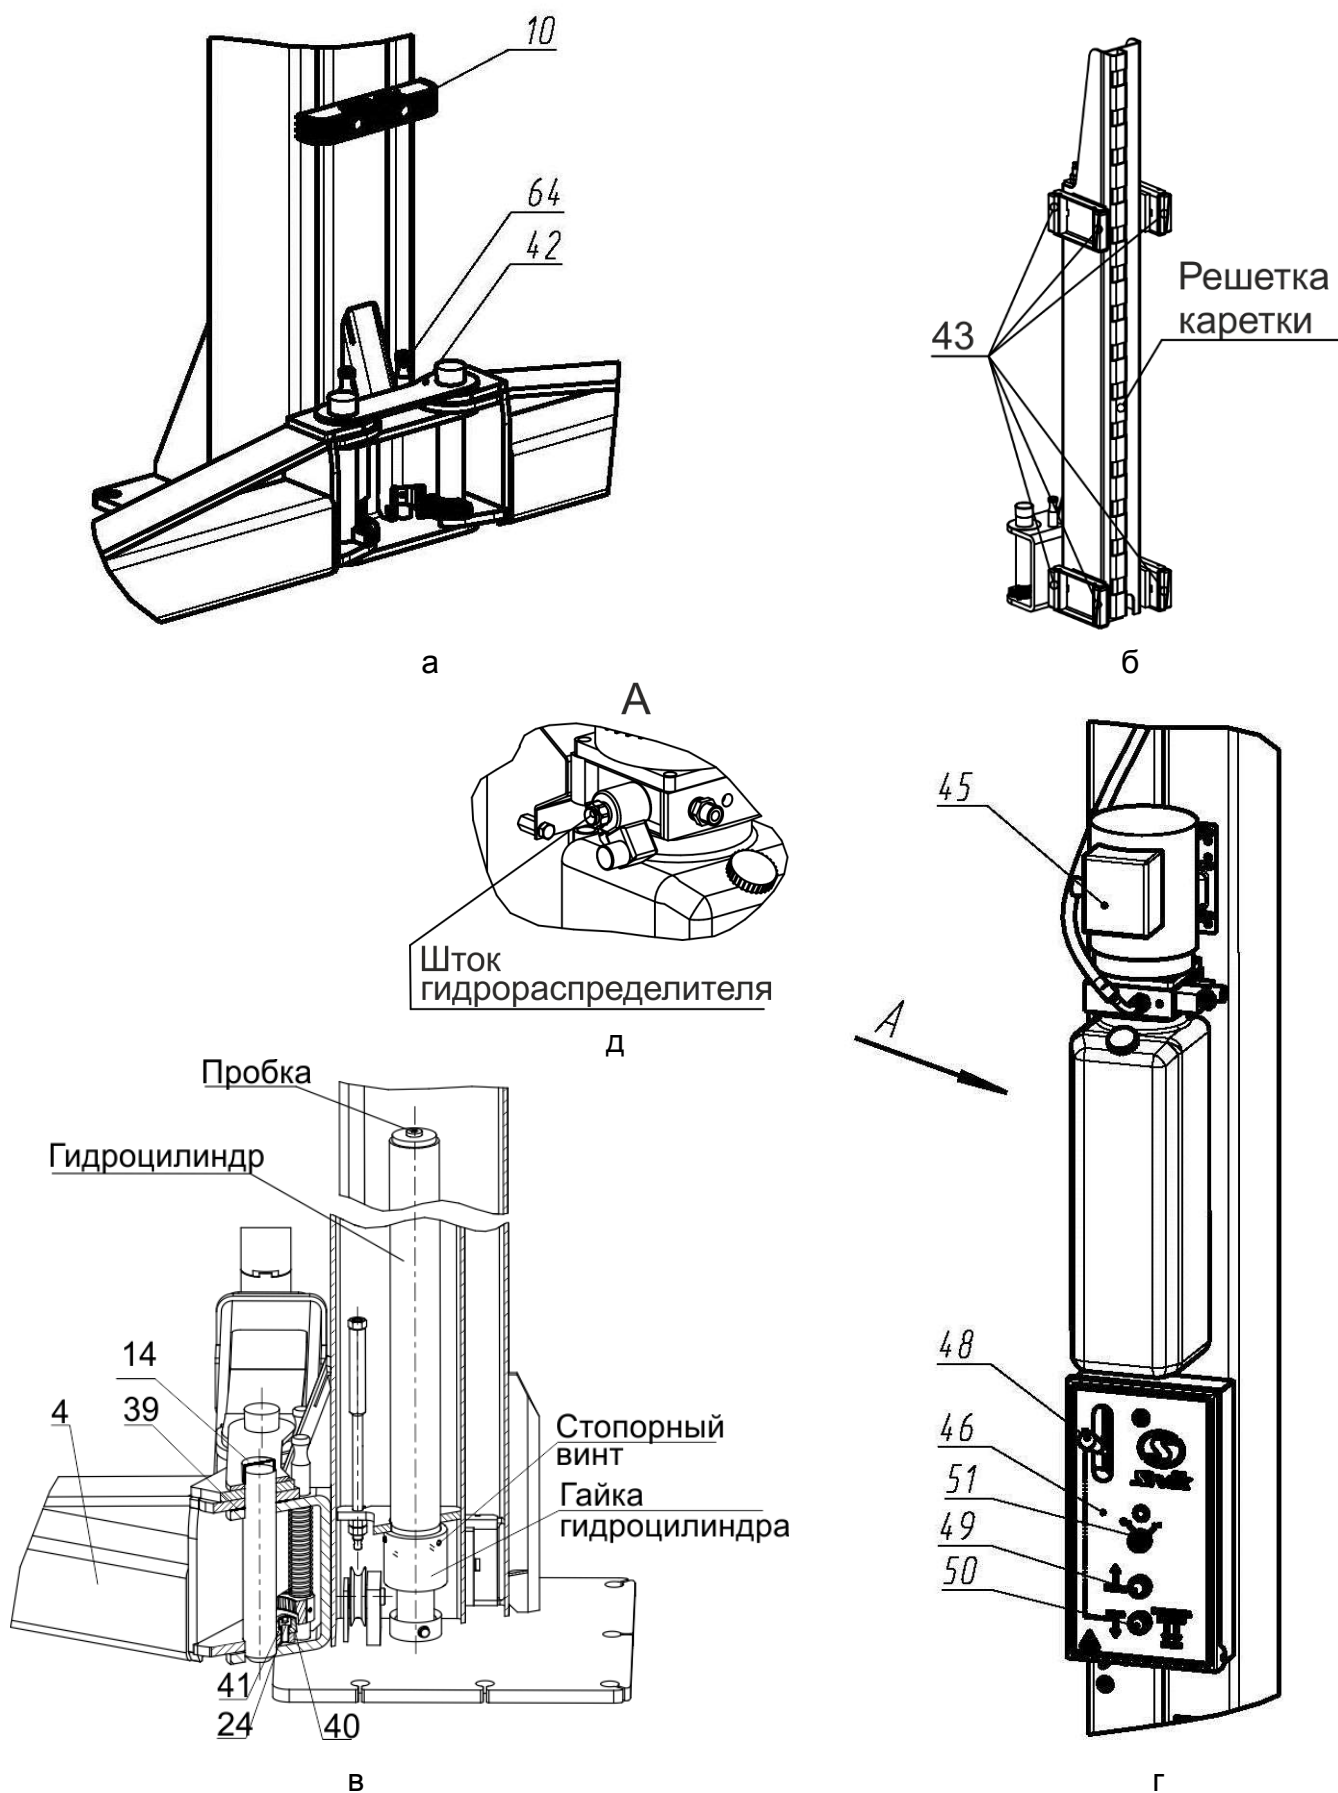

Рисунок 4.1 – Виды подъемника
Подъемник (рисунок 3.1) состоит из двух стоек коробчатого сечения – правой 1 и левой 2, двух надставок 5 и 6 соединенных между собой поверху перекладиной 3. Подъемник имеет возможность регулировки по высоте от 4197(4712)¹ мм до 4447(4962)¹ мм. Это достигается креплением надставок 5 и 6 на первый или второй ряд крепежных отверстий. В стойках размещены каретки 63 с закрепленными на них поворотными телескопическими подхватами 4 равной длины. На концах подхватов 4 установлены опоры 7, подставки опоры 8,9. Подхваты фиксируются стопорными устройствами 64 (рисунок 4.1а), автоматически срабатывающими при подъеме автомобиля. При опускании кареток 63 в крайнее нижнее положение происходит автоматическое расстопорение подхватов 4. Каретки 63 приводятся в движение гидравлическими цилиндрами, установленными внутри стоек. Подъемник снабжен системой 62 тросовой синхронизации движения кареток 63.
Каждая каретка 63 (рисунок 4.1б) снабжена полиамидными ползунами 43, скользящими по беговым дорожкам стоек 1 и 2. Каретки фиксируются на требуемой высоте стопорами-защелками 44 (рисунок 3.1), закрепленными на стойках 1,2 и входящими в зацепление с решетками на каретках 63.
На правой стойке (рисунок 4.1г) размещена насосная станция 45 с пультом управления 46. Внутри насосной станции 45 находится клапан предохранительный, предотвращающий перегрузку в гидросистеме. Клапан предохранительный настроен на заданное давление и опломбирован.
Для предотвращения повреждения дверей автомобиля (при открывании) на каретки 63 установлены накладки 10, фиксируемые винтами М8х30, шайбами 8Г и шайбами 8 (рисунок 3.1 и рисунок 4.1а).
Управление подъемником осуществляется рычагом 48 (рисунок 4.1г) и двумя кнопками 49 и 50, установленными в пульте управления 46. Рычагом 48 осуществляется расстопорение кареток 63, а кнопками 49 и 50, подъем (кнопка 49) и опускание (кнопка 50) кареток 63.
ⓘ **ВНИМАНИЕ!** Перед сборкой проверить затяжку гаек гидроцилиндров и стопорных винтов (рисунок 4.1в).
Для того чтобы проверить срабатывание упругой тяги 55, необходимо одному человеку прижать рукой защелку 44 к стойке 2, а другому повернуть рычаг 48 (рисунок 4.1г) вниз. Упругая тяга 55 должна вытянуться на полный ход штока.
При повороте рычага 48 вниз (рисунок 4.1г), защелка на левой стойке должна отвестись, так же как отвелась защелка на правой стойке. При повороте рычага 48 вверх (рычаг 48 должен удерживаться в верхнем положении пружиной), защелки на левой и правой стойке должны вернуться в исходное положение. Регулировка проводится выборкой слабины тросика 52 и обжатием петли зажимом 13.
6.9 Открутить пробку бака насосной станции 45 и залить масло (около 12 л) до верхней метки «МАХ» (рисунок 4.1г). Уровень масла контролировать визуально. Установить пробку бака на место.
- кратковременным нажатием на кнопку 49 (двигатель должен работать, вращение крыльчатки по стрелке на кожухе эл. двигателя, а из бака должно убывать масло, рисунок 4.1г).
• отвернуть пробки у каждого гидроцилиндра на один оборот (рисунок 4.1в)
6.13 Подхваты 4 установить согласно маркировке, предварительно одев шайбы 39 на оси кареток (рисунок 4.1а и 4.1в). Убедиться что подхваты 4, при установке на оси кареток, опираются на шайбы 39 (рисунок 4.1в). После этого установить секторы 40 на подхваты 4 и закрепить их винтами 24 и шайбами 41(рисунок 4.1в). На верхние концы осей кареток надеть металлические накладки 42 и затем пластиковые колпачки 14 до упора в